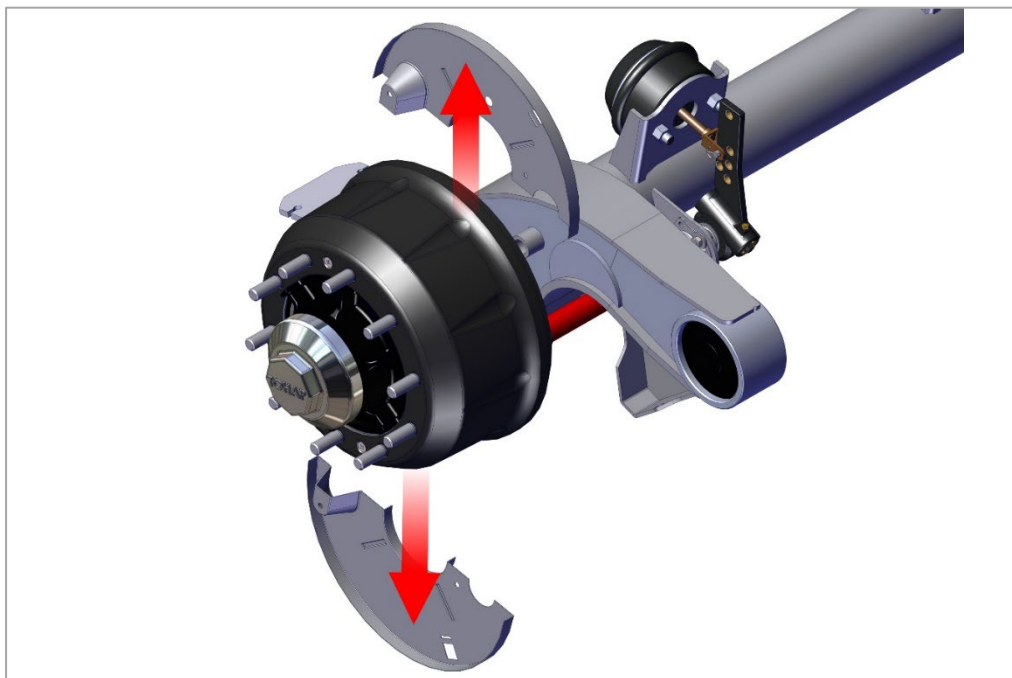

Рис. 32. Снятие грязезащитных щитков
1) Снимите грязезащитные щитки тормозного барабана, как показано на рис. 32